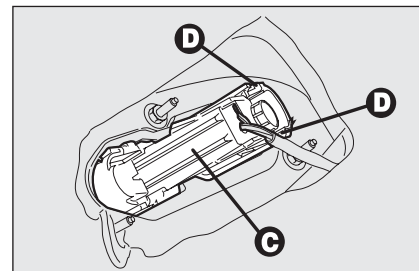

fig. 38
- ☐ saque el grupo portalámpara **C-fig. 38** tirando de las lengüetas de fijación **D**.
- ☐ vuelva a montar el grupo portalámparas fijándolo correctamente en su posición mediante las lengüetas de fijación **D-fig. 38**;